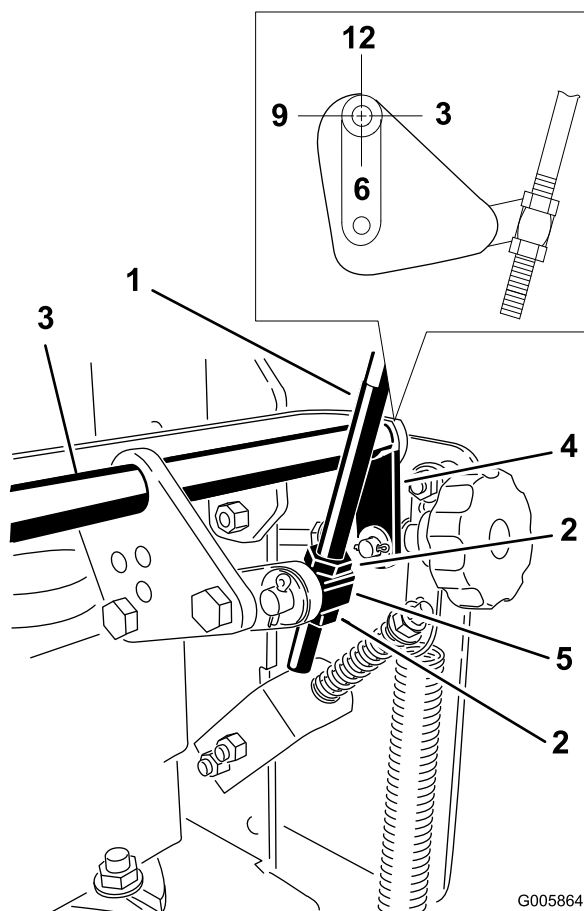

Figura 45
5. Compruebe la orientación de las barras laterales situadas en los extremos de la barra de control de velocidad. Estas barras deben estar orientadas hacia abajo en la posición de las 6 aproximadamente (Figura 45).
6. Si es necesario ajustarlas, afloje las tuercas en ambos lados del pivote de la varilla de control de velocidad (Figura 45).
7. Ajuste el pivote hasta que las barras estén en la posición de las 6 (Figura 45).
8. Apriete las tuercas en ambos lados del pivote (Figura 45).
11. Si es necesario, ajuste el pivote de la varilla de control de velocidad para centrar la palanca (Figura 45).